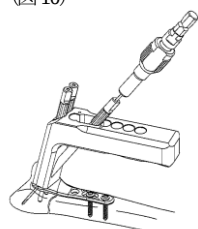

図9
- 9) 茎状突起部ドリルスリーブをプレートに係合し、茎状突起ガイドピンスリーブを組み付け、1.3 ガイドピンを刺入し、茎状突起用 2.7 中空ドリルにてドリリングします。(図9)